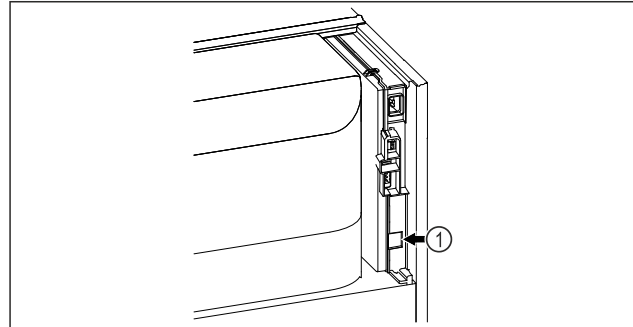

Fig. 129
- SmartModule Fig. 129 (1) встановлено.